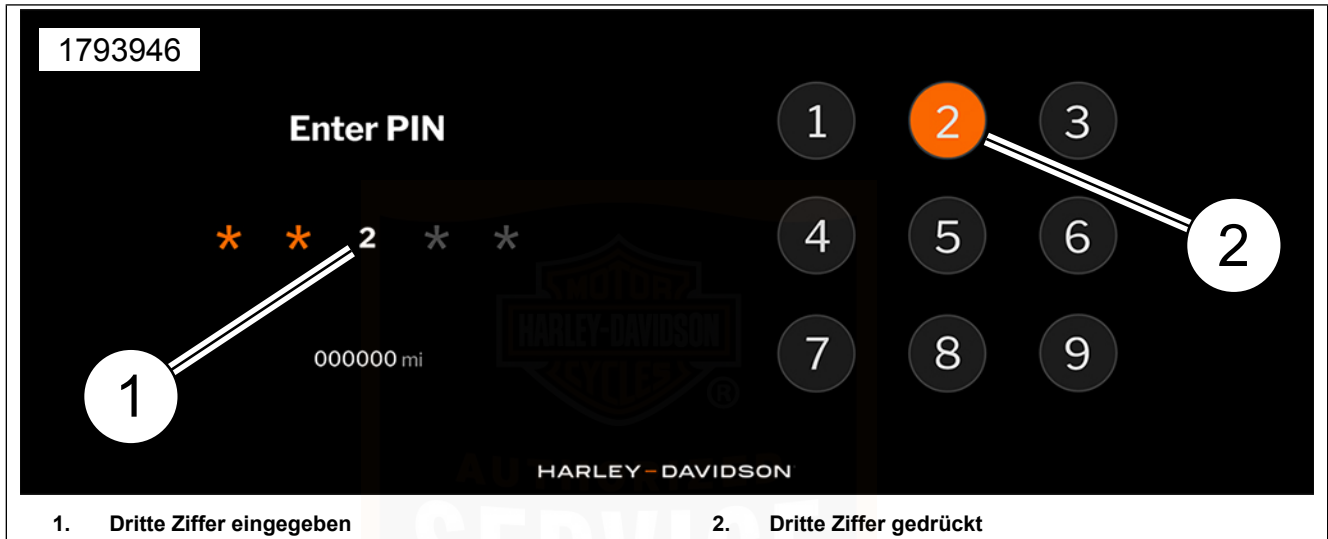
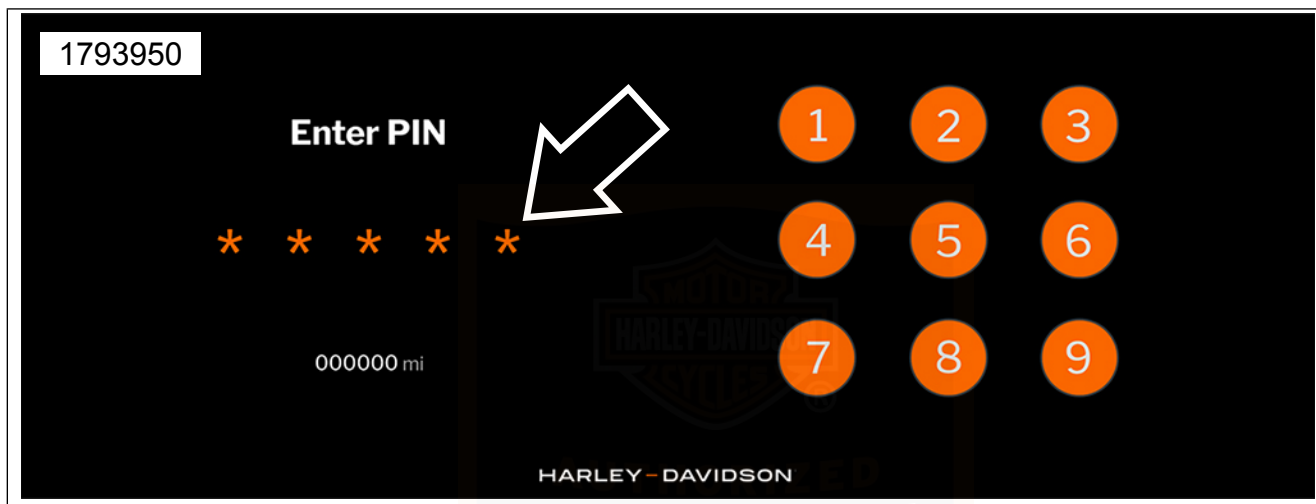

Abbildung 20. Eingabe von PIN-Ziffern
Abbildung 21. Fünfstellige PIN eingegeben
2. Siehe Abbildung 20 und Abbildung 21. Über das Bildschirmtastenfeld die vollständige fünfstellige PIN eingeben.